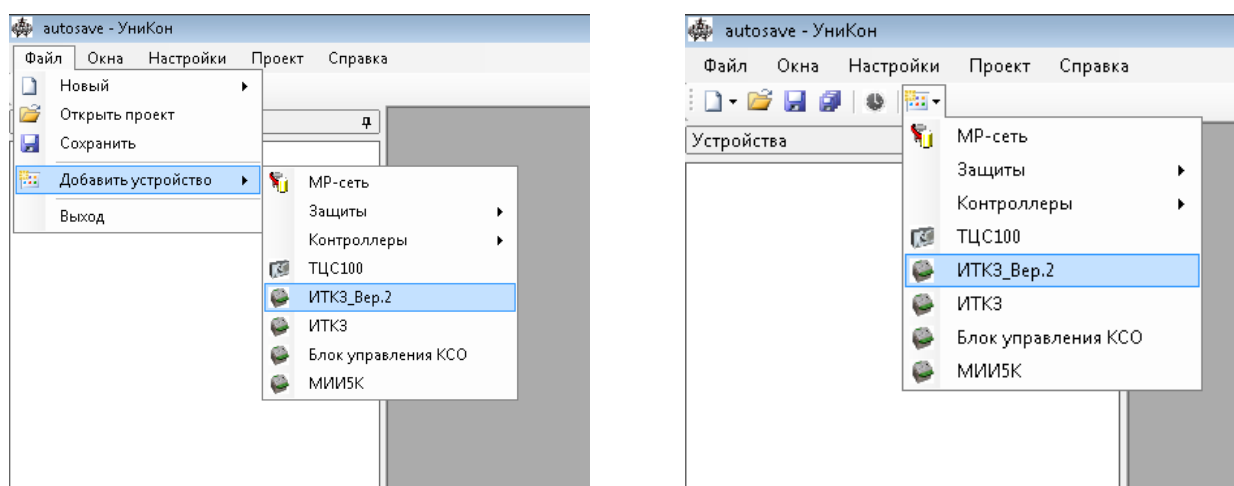

Рисунок 5.1 – Добавление устройства ИТКЗ в «УниКоне»
5.1.2 Подключение к устройству ИТКЗ посредством программы «УниКон» можно осуществить через «Файл» → «Добавить устройство» → «ИТКЗ» (рисунок 5.1) или с помощью пиктограммы «Добавить устройство» → «ИТКЗ».